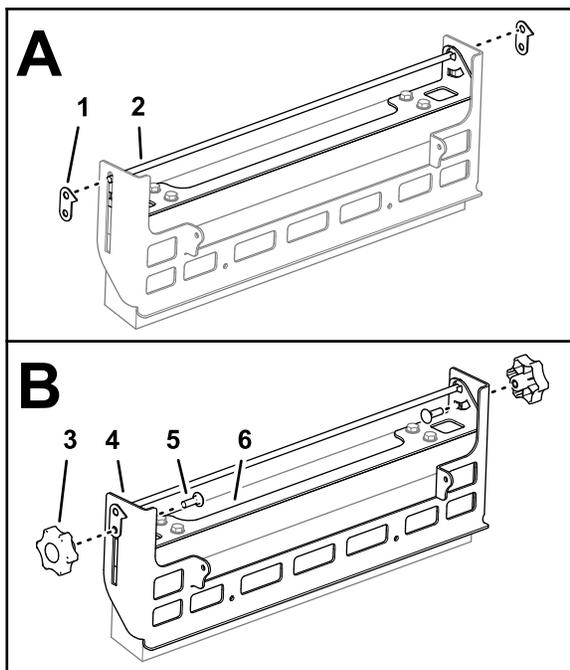

**Bild 2**
1. Bauen Sie die Bürste und den Einstellhalter der Bürste wie in **Bild 2** dargestellt an die Bürstenbefestigung.